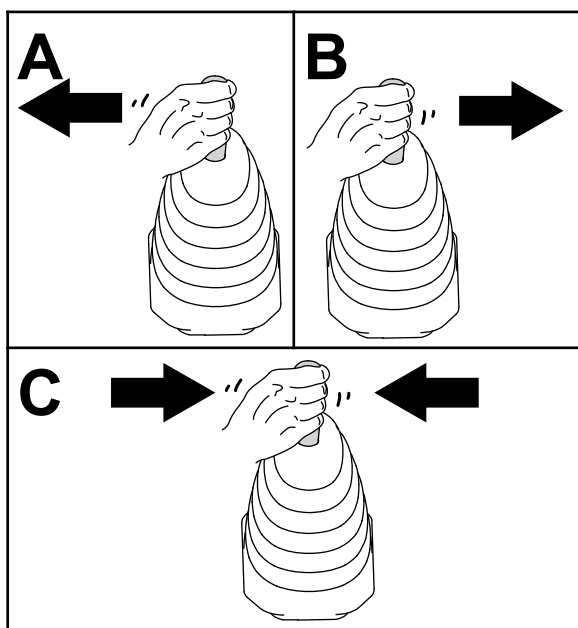

Figure 53
4. Poussez le levier multifonction de la chargeuse à gauche, à droite, puis ramenez-le à la position POINT MORT pour évacuer la pression au niveau des raccords hydrauliques (Figure 53).